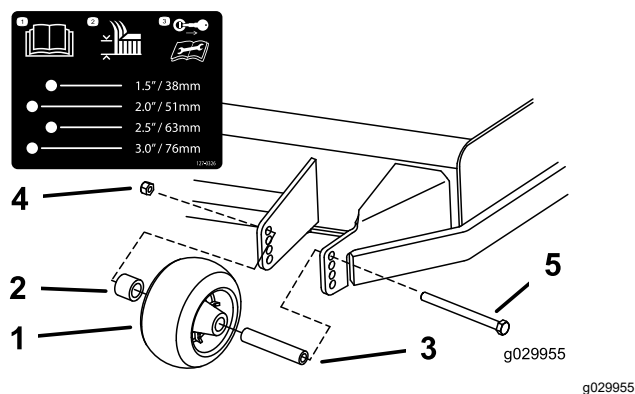

Figure 39
3. Réglez les galets anti-scalp comme montré à la Figure 39.